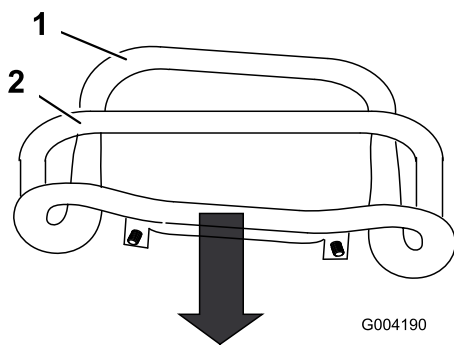

Figure 46
3. Tirez la commande de déplacement tout droit en arrière pour mettre l'avant en contact avec la barre de référence (Figure 46).